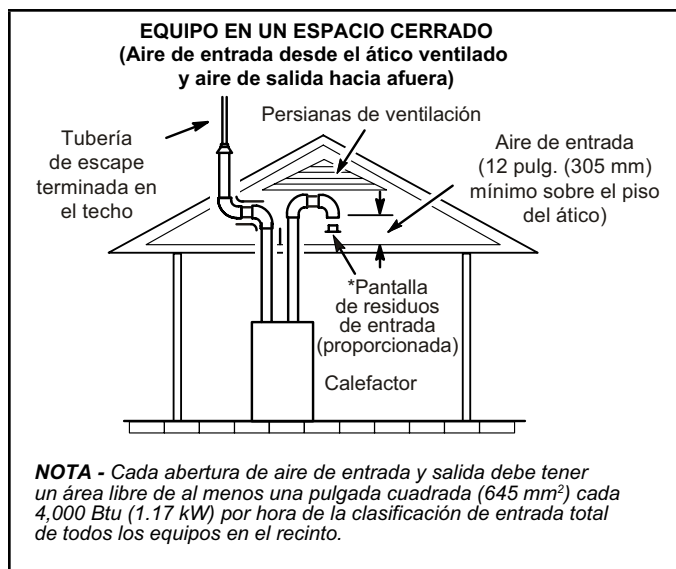
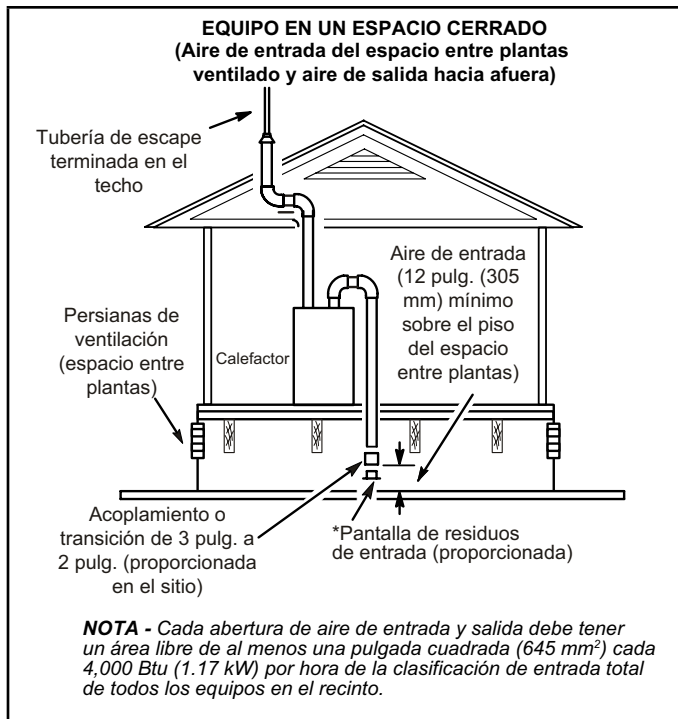

FIGURA 26
FIGURA 27
- 2 - Si el aire de entrada se toma de un ático ventilado (Figura 26) o de un espacio entre plantas ventilado (Figura 27), el largo de la ventilación de escape no debe exceder los valores listados en la Tabla 8. Si se utiliza una tubería de 3" de diámetro, redúzcala a una tubería de 2" de diámetro en el punto de terminación para acomodar la pantalla de residuos.